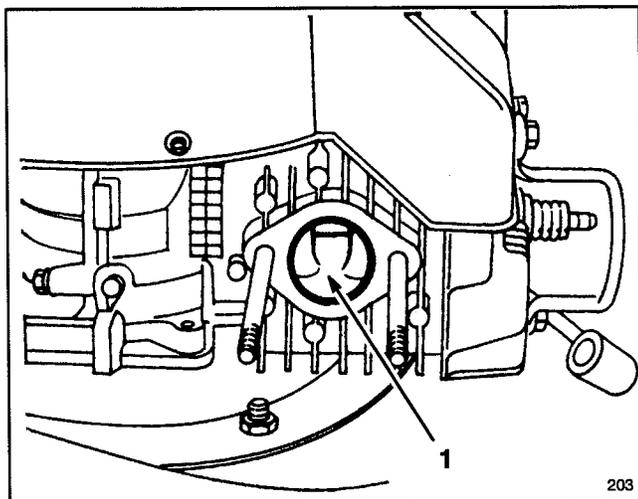

Figure 22
4. Tirer lentement le lanceur pour que le piston obture l'ouverture d'échappement (Fig. 22).
5. Débarrasser l'ouverture d'échappement (Fig. 22) de la calamine à l'aide d'un racloir plat en bois dur.
6. Remonter l'échappement avec la vis, les 2 écrous et leur rondelle de blocage (Fig. 22). Après nettoyage de l'ouverture d'échappement, s'assurer que le joint de l'échappement est encore utilisable.